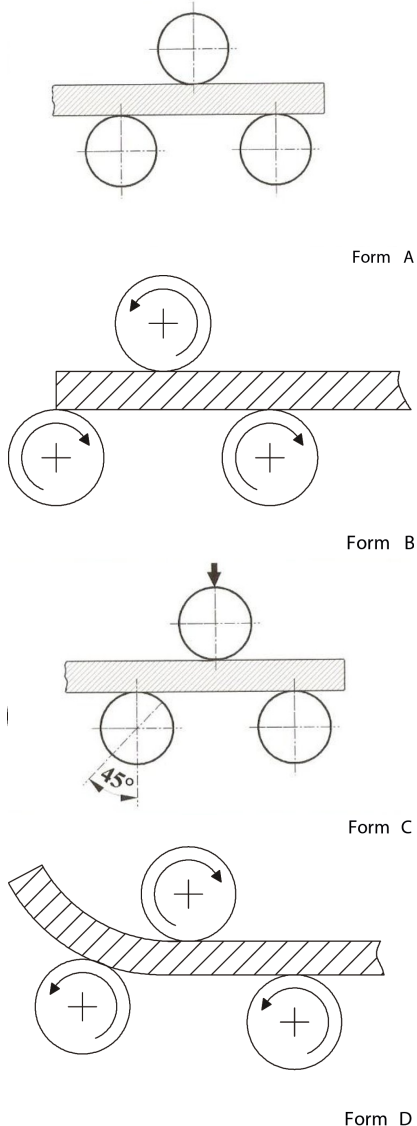

Abb. 17: Profil biegen
Schritt 5: Die obere Rolle nach oben bewegen und zwischen oberer Rolle und unteren Rollen einen so großen Abstand einstellen, dass das zu biegende Profil dazwischen gelegt werden kann (Abb. 17, Form A).
Schritt 6: Die obere Rolle soweit abwärts bewegen, bis das zu biegende Profil die obere und die unteren Rollen berührt - das ist die „Neutralstellung“. Das Profil muss parallel zu den unteren Rollen liegen (Abb. 17, Form A).
Schritt 7: Das zu biegende Profil nach links und/oder rechts bewegen. Es muss mit einem Ende zwischen der oberen und den unteren Rollen eingeklemmt sein (Abb. 17, Form B).
Schritt 8: Die obere Rolle abwärts bewegen, um mehr Druck auf das zu biegende Profil auszuüben und leicht vorzubiegen (Abb. 17, Form C).